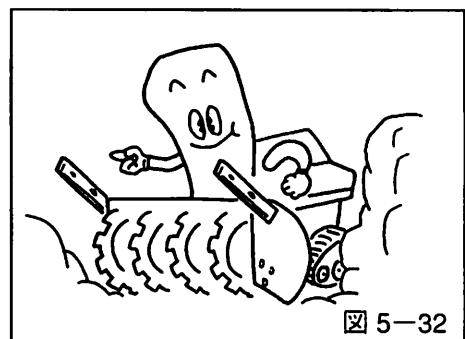

図 5-32
- サイドマーカを除雪巾の目安としたり、除雪側面の切り開きとして使うか、また仕上げ用としてお使いください。(図5-32参照)